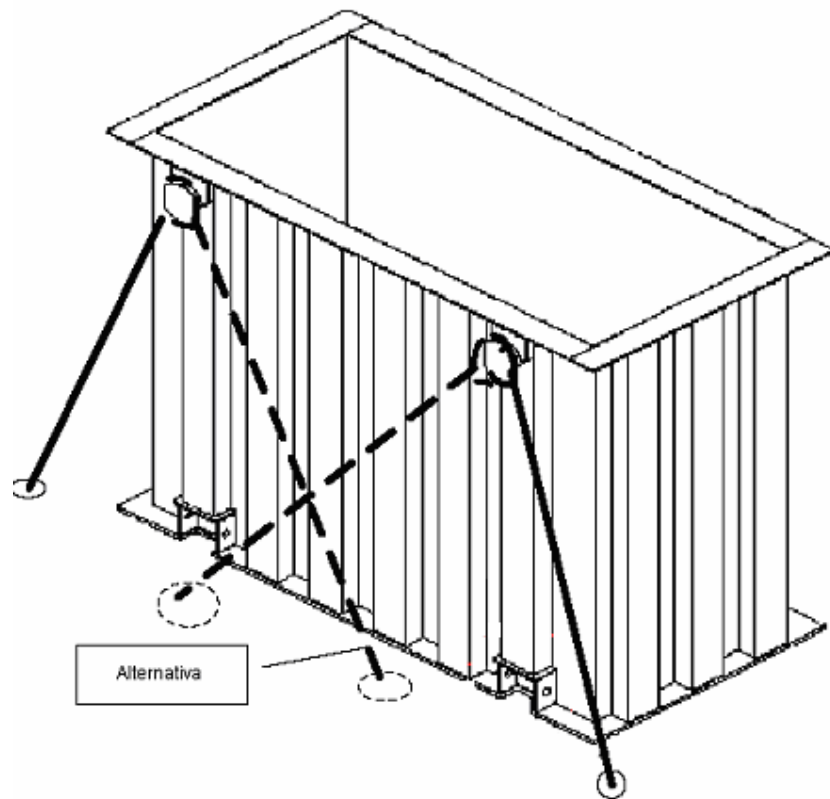

Figura 1. Forma de Sujeción a la plataforma de transporte
- Seleccione preferiblemente, como medio de transporte un "trailer" de plataforma baja y larga (camabaja) y sujete el transformador como lo indica la figura 1.